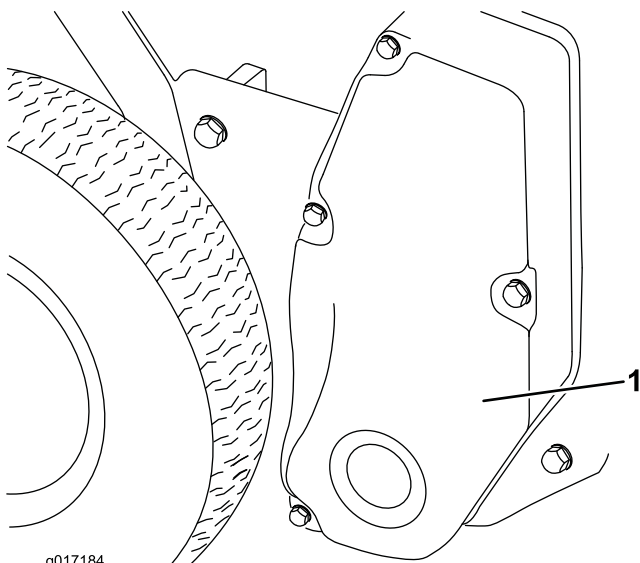

Bild 7
16. Entfernen Sie die vier Kopfschrauben, mit denen die Abdeckung des Spindelantriebs an der rechten Seitenplatte befestigt ist, und nehmen Sie die Abdeckung ab (Bild 7).